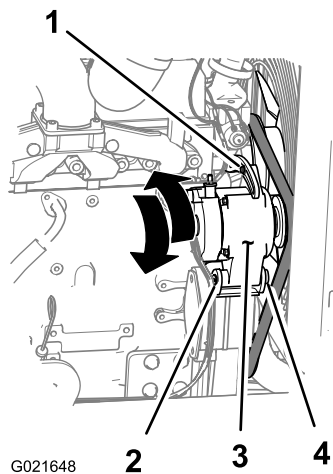

Рисунок 148
3. Ослабьте гайку и болт в шарнирном креплении генератора (Рисунок 148).
4. Ослабьте затяжку регулировочного болта на генераторе (Рисунок 148).
5. Отведите генератор в сторону от двигателя, чтобы увеличить натяжение ремня; подведите генератор ближе к двигателю, чтобы снизить натяжение ремня (Рисунок 148).
6. Затяните регулировочный болт генератора (Рисунок 148).
8. Если натяжение ремня правильное, затяните гайку и болт в шарнирном креплении генератора (Рисунок 148); в противном случае повторите действия, указанные в пунктах 4 – 7.